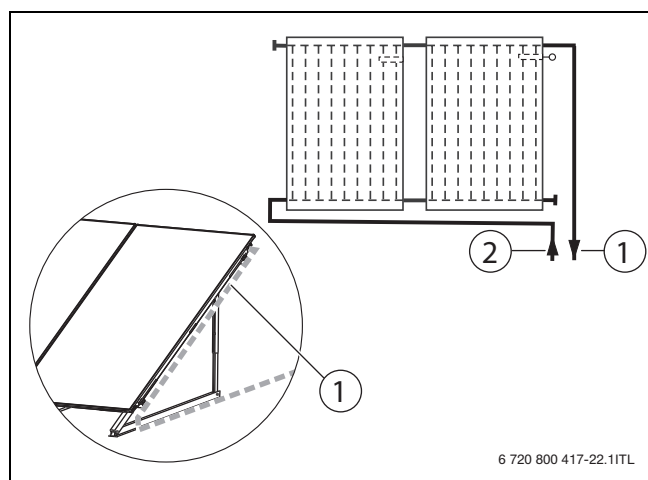

Fig. 48 Conduites du champ de capteurs
► Faire passer la conduite de départ le long du capteur (→ fig. 48, page 24).